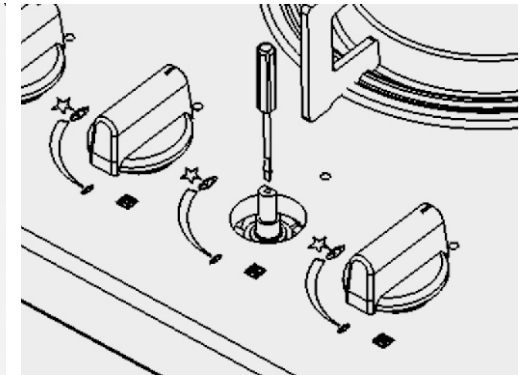

Figura 7
2. Retire la perilla jalándola hacia arriba, luego use un destornillador para hacer girar el eje de la válvula (Figura 7), el fuego se mantiene bajo si se gira el eje de la válvula en el sentido de las manecillas del reloj y llega a ser alto si se gira en el sentido contrario a las manecillas del reloj.